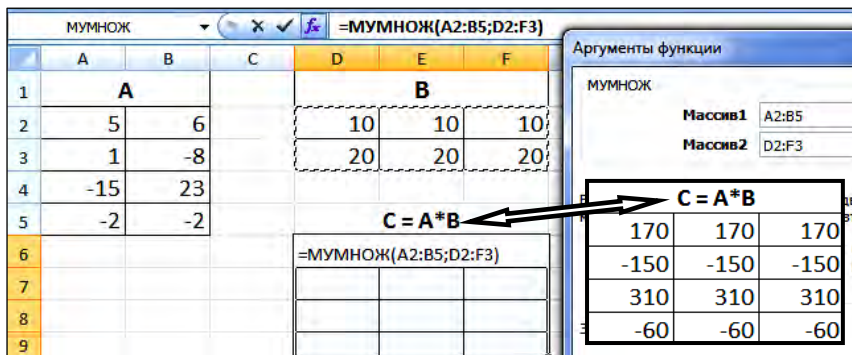

Рис. 7.7. Нахождение произведения двух матриц
3. Для завершения нажать клавиши  $Ctrl + Shift + Enter$  (рис. 7.7).